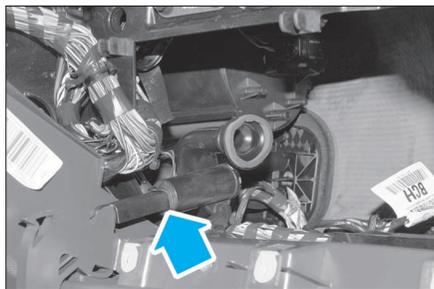

FIG. 49
- Décliper du couvercle de boîte à gants son vérin de retenu (Fig.49).